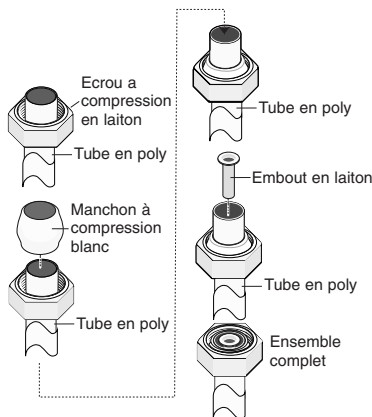

Figure 4
6. Prendre un des morceaux de tube en plastique et glisser un écrou à compression en laiton par-dessus une de ses extrémités. Glisser le manchon à compression en plastique par-dessus cette extrémité du tube, puis dans l'écrou. Glisser un embout en laiton à l'intérieur du tube. Se reporter à la Figure 4.